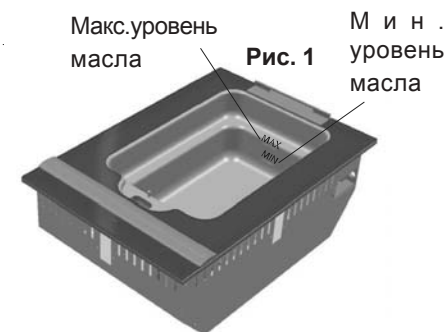

Рис. 2
2. Закройте сливной кран и установите предохранительный блокиратор (см. рис. 2).